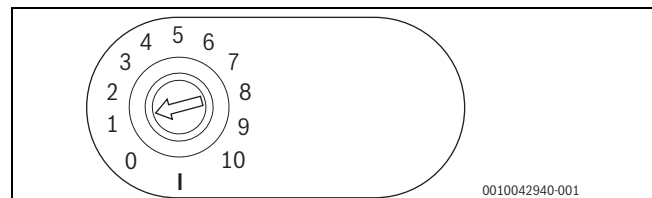

Bild 63 Kodierschalter auf Position 1 = systemintegrierter Betrieb in Kombination mit Wärmeerzeuger
- 1 Kodierschalter (→ Bild 63 und 64, Einstellung siehe → Kapitel 7.2.1, Seite 37)
- X3 Abluftgebläse (B), Zuluftgebläse (A)
- X4 Zuluftgebläse (B), Abluftgebläse (A)
- X10 Abluftgebläse (B), Zuluftgebläse (A) (Modbus)
- X11 Zuluftgebläse (B), Abluftgebläse (A) (Modbus)